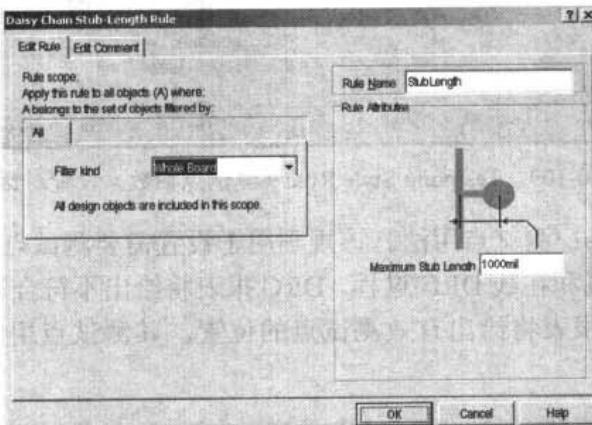

图 10-112 Daisy Chain Stub Length 设置对话框
- Daisy Chain Stub Length：该规则用于设置菊花链拓扑结构中网络连线的支线最大长度。其 Daisy Chain Stub-Length Rule 设置对话框如图 10-112 所示。在 Maximum Stub Length 处，可输入设置值。